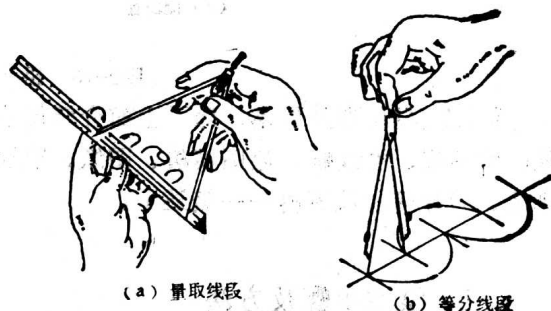

图2-13 分规的用途
4. 分规 分规是两条腿均为钢针，如图2-13所示。分规的用处：一是用来等分线段或圆弧，二是用来截取固定长度的线段。